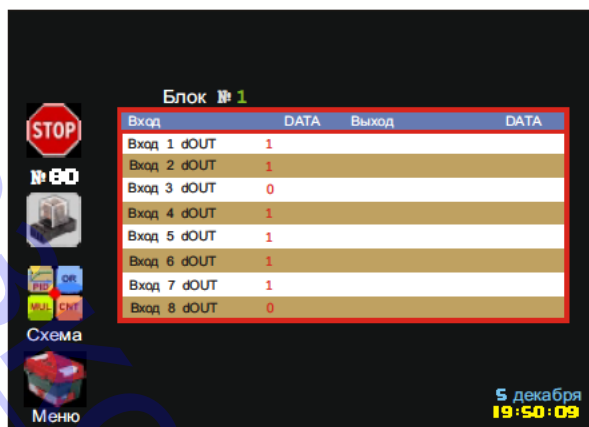

Рис. 35. Меню "Процесс" (Блок "Дискретный вывод")
9.1.17 В меню **Процесс** блок Дискретный вывод представлен в виде таблицы, в которой находится информация о состоянии всех 8 ми входов блока в данный момент времени (Рис. 35).